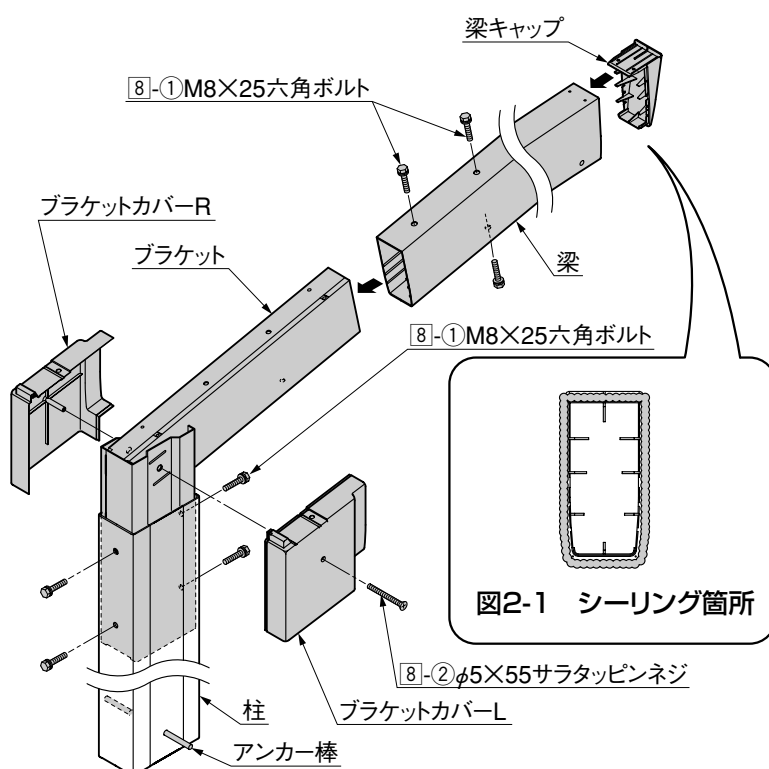

図2-1 シーリング箇所
- ① 柱にアンカー棒を差込んでください。
- ② 柱にブラケットを[8]-①で取付けてください。
- ③ 梁をブラケットに[8]-①で取付けてください。
- ④ ブラケットカバーR、ブラケットカバーLを[8]-②で取付けてください。
- ⑤ 梁キャップにシーリング材を充てんして、梁に取付けてください。(図2-1参照)
- 指定の箇所にシーリングしてください。(図2-1参照)